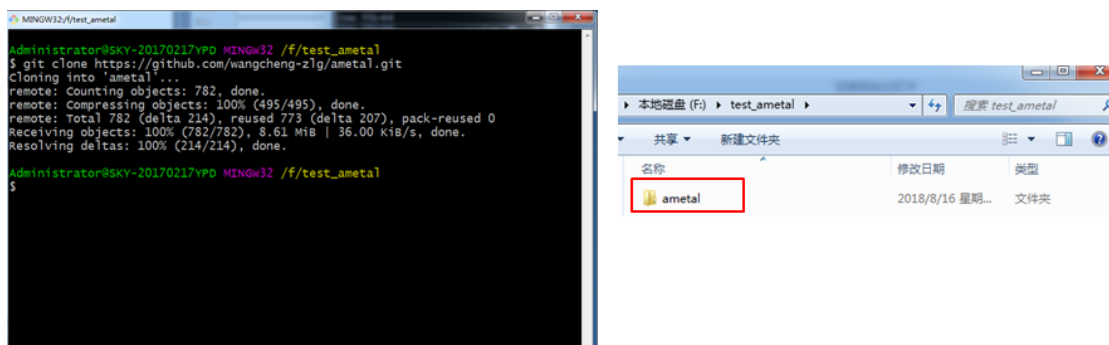

图 16 克隆完成
8. clone 完成，在本地目录下生成了一个 ametal 的目录，即克隆的源码，如图 16 所示。